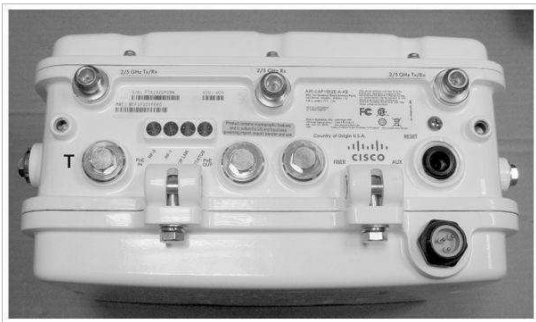

Fig. 5 - Preparación del equipo
- Retirar las tapas protectoras de los 3 conectores de antena (Fig. 5) ubicados en el lateral inferior y enroscar las antenas. Una vez colocadas las antenas proteger los conectores de las mismas cubriéndolos con la cinta vulcanizante provista.
- Retirar el tapón T (Fig. 5) para acceder al jack RJ-45 correspondiente a PoE IN. Enhebrar en el cable FTP para exterior uno de los prensacables metálicos provistos con el equipo y colocar en su extremo una ficha RJ-45 blindada (soldar el alambre al cuerpo metálico de la ficha). Conectar el cable al equipo y ajustar el prensacables. Verificar el correcto funcionamiento del equipo.